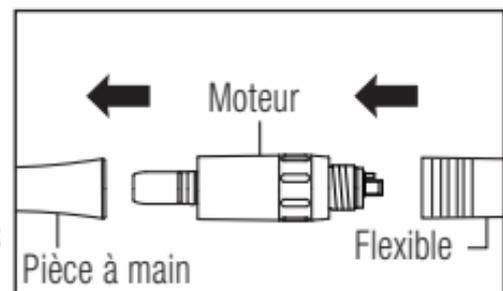

Fig. 13
- 5 Retirez la pièce à main du moteur, et retirez le moteur du tuyau (Fig. 13). Pour le retraitement de la pièce à main, reportez-vous au manuel d'utilisation de la pièce à main du fabricant.